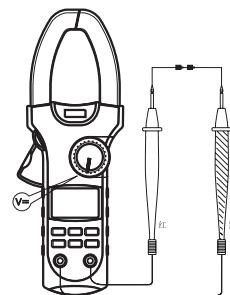

图 3
1. 直流电压测量 ($V\cdot\cdot\cdot$) (见图3)